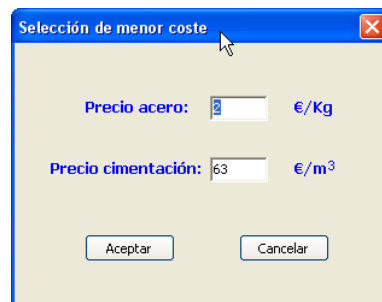

Figura 5.110. Datos para el criterio de menor coste
- Criterio de Menor coste total, si lo marcamos al pulsar en cálculo automático la aplicación nos pide que introduzcamos (Figura 5.110) el precio del acero (€/kg) y el de la cimentación (€/m³). Estos precios los podemos definir antes (véase punto 4) o en esta ventana. El programa selecciona los apoyos válidos más económicos sumando el precio de la cimentación más el de acero de la torre.